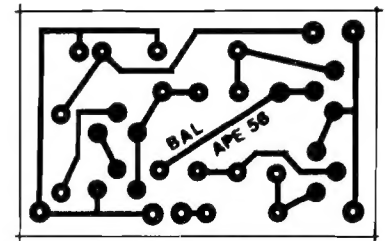

Fig.2
- **FIG. 2 - LAY OUT DO CIRCUITO IMPRESSO ESPECÍFICO** - Tão simples quanto o é o próprio circuito, a plaquinha de Impresso não apresentará a menor dificuldade ao Lei-